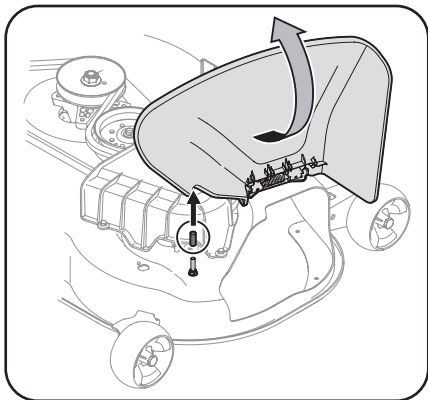

Fig. 3
1. Relevez le déflecteur d'éjection et retirez le capuchon de la goupille qui se trouve sur la surface du plateau de coupe. Voir Fig. 3.